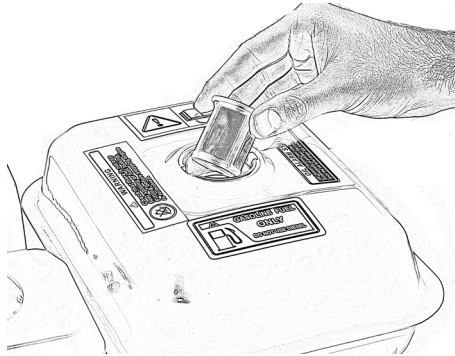

Abbildung 23
- Öffnen Sie den Tankdeckel und entnehmen Sie das Tanksieb, Abb. 23.